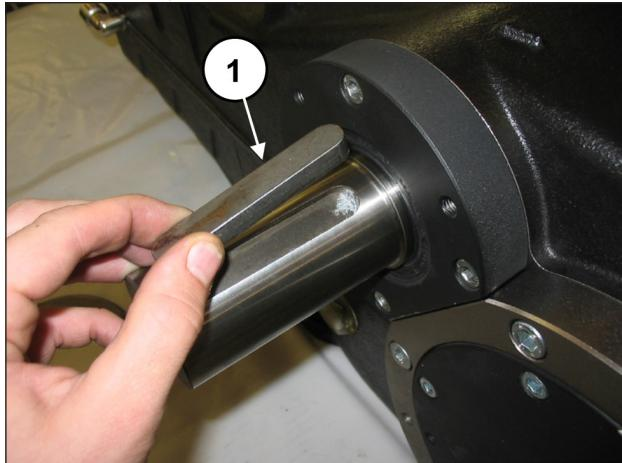

Рис. 102
Вставьте шпонку в вал ВОМ (поз. ①, Рис. 102).